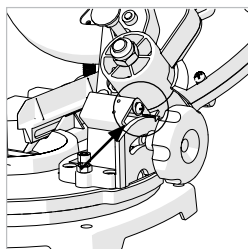

Fig. 21B
- Inclinare la testa di taglio per l'angolo richiesto. Un goniometro scala è fornita come un aiuto per l'impostazione. (**Fig. 21b**)